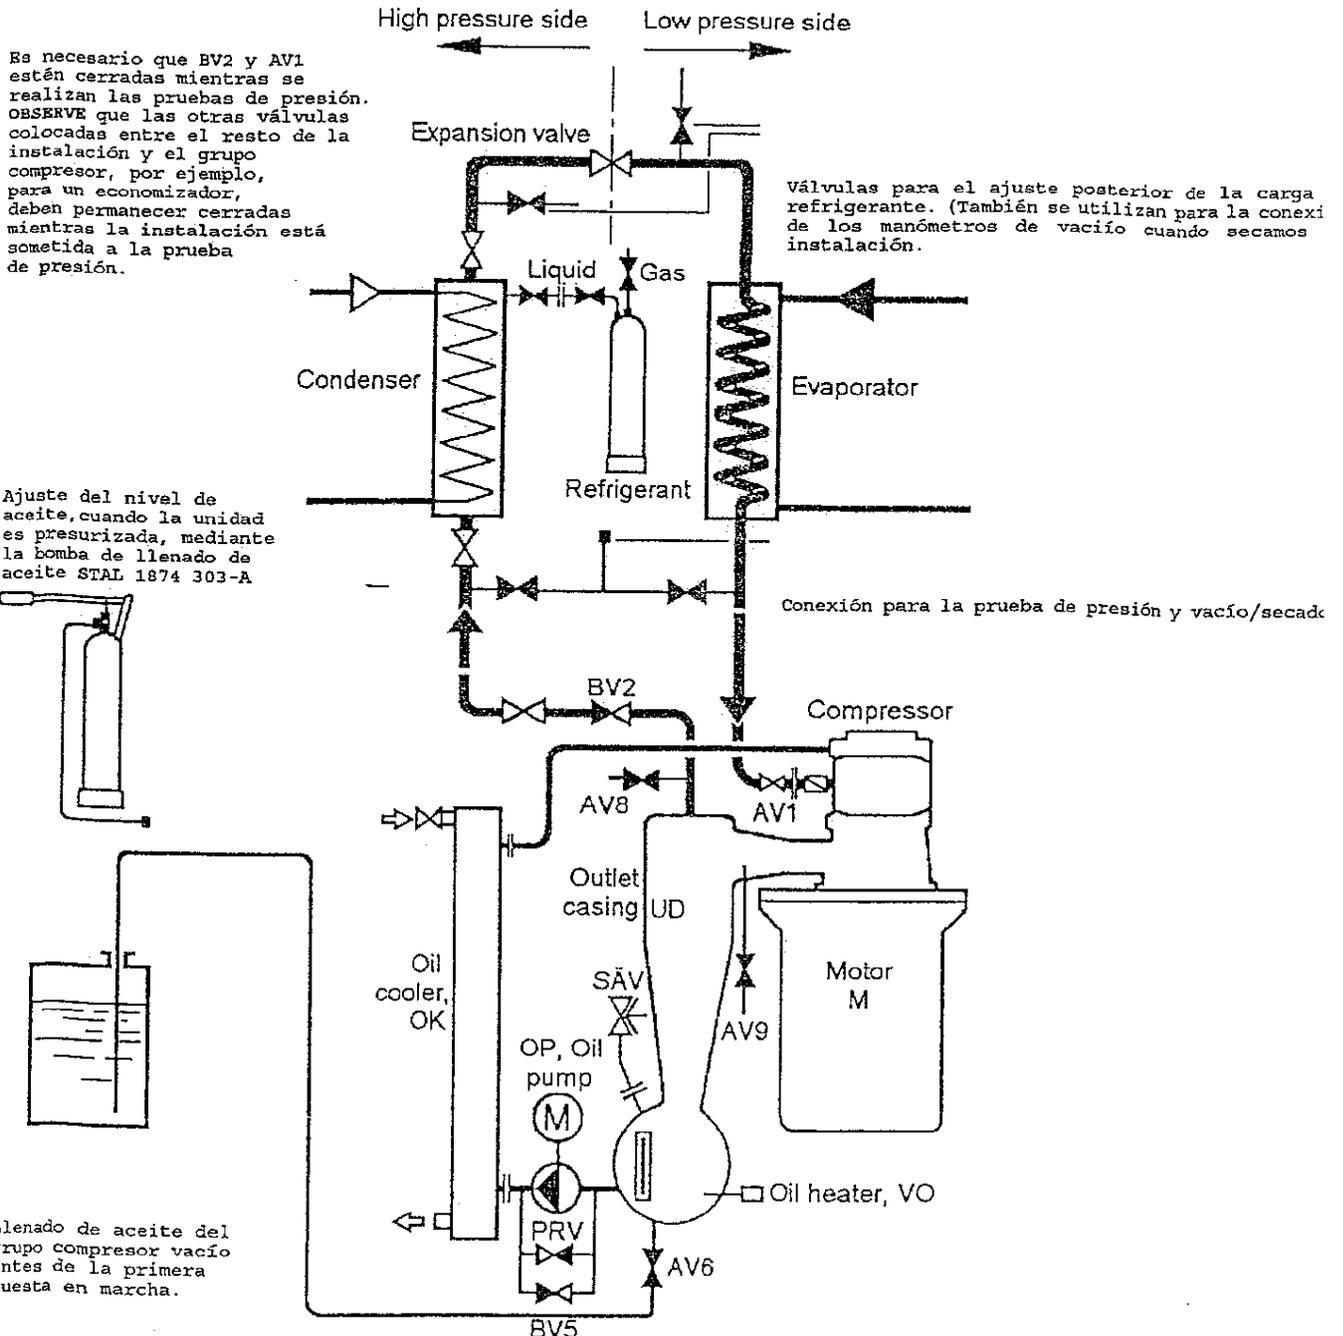

Fig.4. Esquema: Prueba de presión, secado/evaporación, llenado aceite y refrigerante.
Cargar la instalación con nitrógeno o aire seco a una presión de 0.2-0.3 MPa (2-3 bar) para hacer una primera prueba de estanqueidad. Someter después el circuito a la prueba de presión utilizando nitrógeno o aire seco según las indicaciones de la placa de características del grupo compresor (ver Fig. 4).
5. Proceder al secado y vacío de la unidad compresora de tornillo y del resto de la instalación y mantener una temperatura de al menos $+10^{\circ}\text{C}$ (ver Fig. 4).
Utilizar un manguito como el indicado en la Fig. 4, insertando un extremo dentro del depósito de aceite y asegurar que permanezca por debajo de la superficie del aceite a lo largo de todo el proceso de llenado, con el fin de impedir que se aspire aire dentro del sistema.
7. Añadir el refrigerante especificado por la planta dentro del condensador, recipiente de líquido o cualquier otro recipiente previsto para refrigerante (Fig. 4).